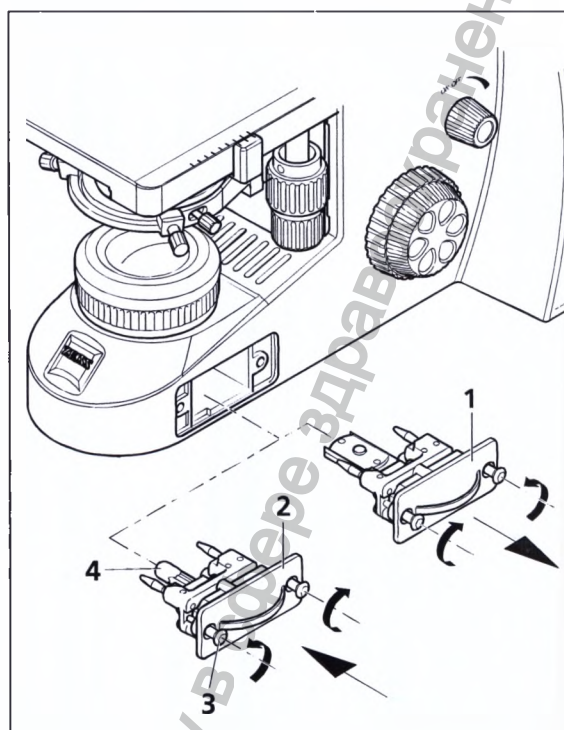

Рисунок 13 Смена галогенной лампы 6В/30 и светодиодного осветителя
- Ослабить оба стопорных винта (Рисунок 13/3) осветительного модуля (Рисунок 13/1 и 2 соответственно). При этом каждый винт слегка надавить к пружине и повернуть его на 90°: левый винт по часовой стрелке, правый винт против часовой стрелки.
- Вынуть осветительный модуль (Рисунок 13/1 и 2 соответственно) из штатива.
- Если штатив оснащен галогенной лампой 6В/30Вт (Рисунок 13/2), вытащить галогенную лампу (Рисунок 13/4) из держателя и вставить новую. Не дотрагиваться руками до новой галогенной лампы, так как это сократит её срок службы.
- Если штатив оснащён светодиодом, заменить осветительный модуль полностью, включая светодиод (Рисунок 13/1).
- Вдвинуть держатель (Рисунок 13/1 и 2 соответственно) в штатив и зафиксировать его обоими винтами (Рисунок 13/3). При этом слегка надавить каждый винт к пружине и повернуть его на 90°: левый винт против часовой стрелки, правый винт по часовой стрелке.